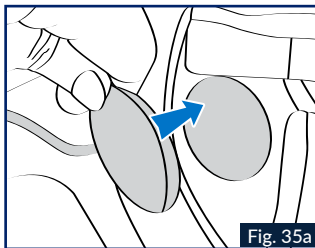

Fig. 35a
6. Insérer dans les logements auriculaires les speakers gauche et droit du **SENA FOR SHARK (Bluetooth ou Mesh)**, la fixation se fait par le velcro présent à l'arrière des speakers et le velcro présent sur les bouchons en mousse présent dans les logements auriculaires. Fig.35a/b